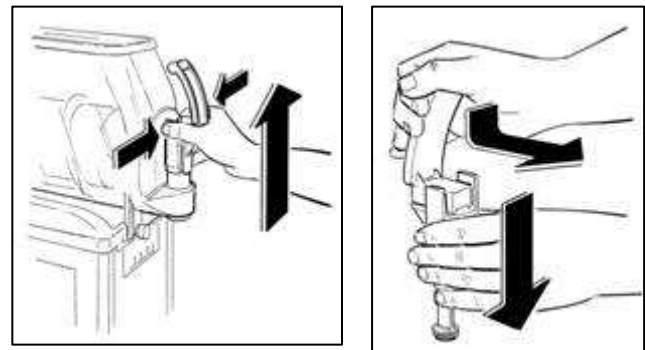

Abb. 16
- Drücken Sie gleichzeitig auf die zwei Verschlussklemmen am Ausgabelahn und ziehen Sie ihn nach oben aus seiner Aufnahme heraus (Abb. 16).
- Zerlegen Sie den Hahn in seine Bauteile. Drücken Sie hierzu den Körper nach unten und ziehen Sie den Hebel heraus (Abb. 16).